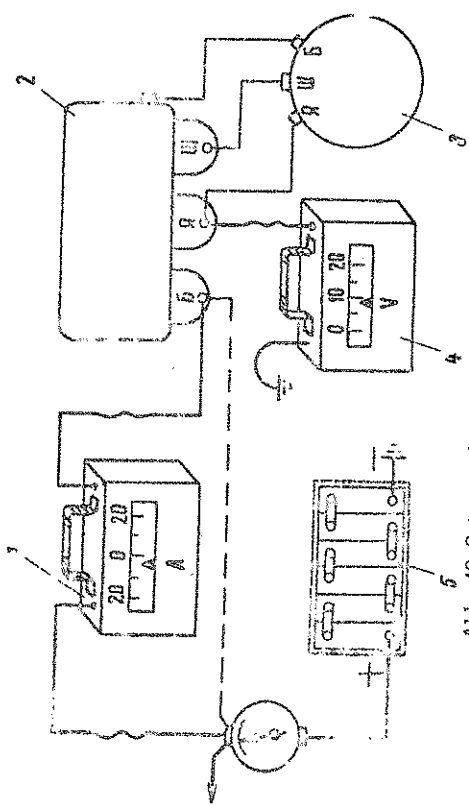

Abb. 48 Schema der Rückstromschalterprüfung:
- Kabel von der Klemme B des Reglerschalters trennen und zwischen diesem Kabel und der Klemme B ein Kontrollampere-meter (Abb. 48) einschalten;